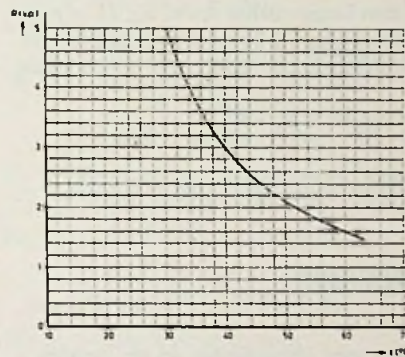

Fig. 3.
- 2 In fig. 2 is R_1 een weerstand met negatieve temperatuurcoëfficiënt (NTC). De weerstandswaarde als functie van de temperatuur is voorgesteld in fig. 3.
Omdat in de weerstanden dezelfde stroom vloeit en ze hetzelfde vermogen dissiperen, moeten de weerstanden even groot zijn. P_1 is dus 3 kΩ; uit fig. 3 volgt, dat dan zijn temperatuur 40 °C is. Het verschil met de omgeving is dus 15 °C. De warmtestroom naar de omgeving is nu $15 \times 1,2 \times 10^{-3} = 1,8 \times 10^{-2} \text{ cal/s} = 1,8 \times 10^{-2} / 0,24 = 0,075 \text{ J/s} = 75 \text{ mW}$.